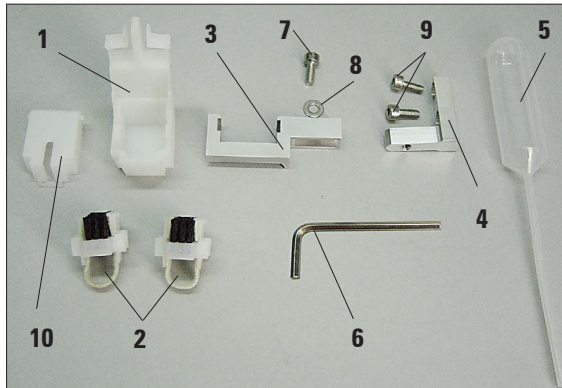

Fig. 17
- Riempire il contenitore di xilene o con un sostituto adatto. Per il rabbocco, utilizzare la pipetta fornita in dotazione (Pos. 5 in Fig. 17).